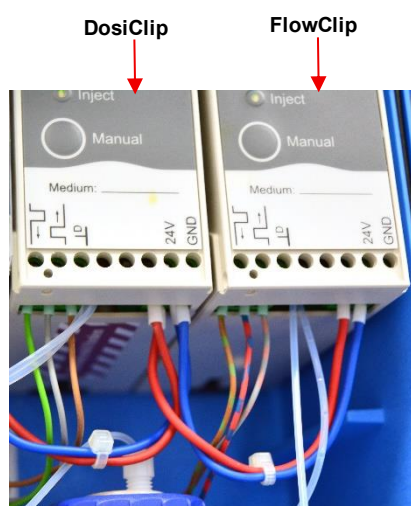

Figure 3
9. Reliez les deux fils rouges au bornier +24V (1) du DosiClip comme suit. Reportez-vous à la figure 3.